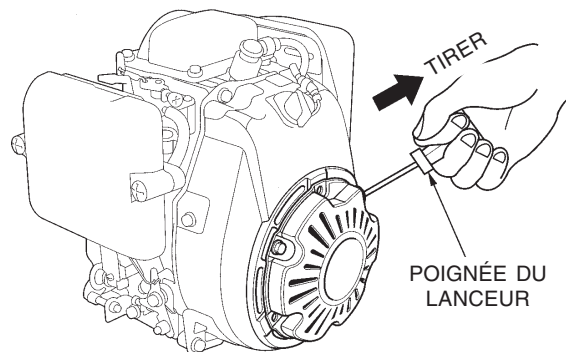

Figure 8. Lanceur à rappel
4. Saisir la poignée du lanceur à rappel (figure 8) et tirer dessus jusqu'à sentir une légère résistance. Tirer ensuite d'un geste franc et rapide. Ramener la poignée du lanceur à rappel sur le carter avant de la relâcher.